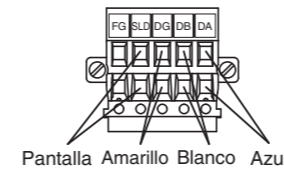

Fig.1
- (1) Asegúrese de conectar los cables de señal a los pins específicos. (Véase la Fig.1) Fíjelos con un par de apriete de 0.5 a 0.6[N·m].